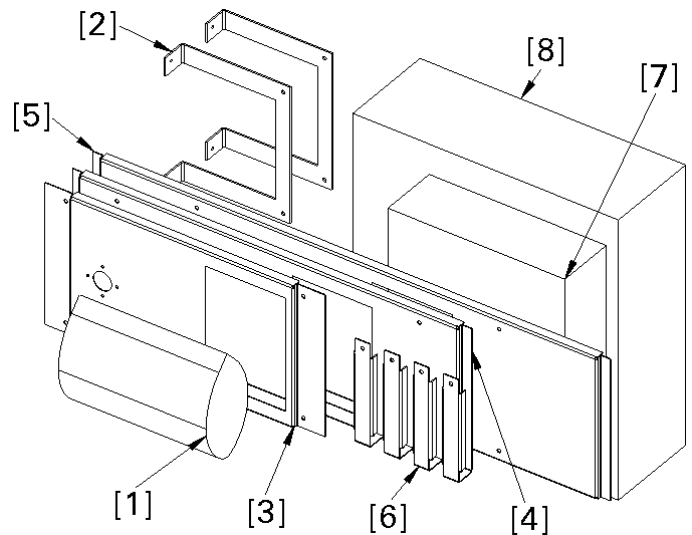
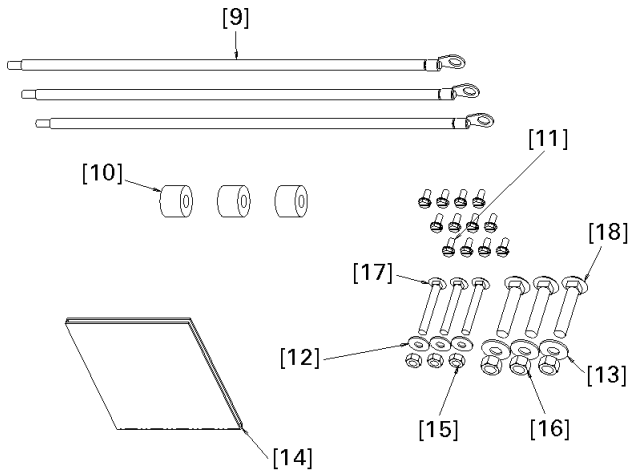

Figure 1. Contenu type d'un kit TVSS.
Figure 2. Contenu de l'emballage de quincaillerie [2] inclus avec le kit TVSS.
- Inventorier le contenu du kit.** La Figure 1 illustre le contenu du kit, avec les pièces listées à la Table 2. La Figure 2 illustre la quincaillerie incluse dans le kit ([1] dans la Table 2), avec les pièces listées à la Table 3.